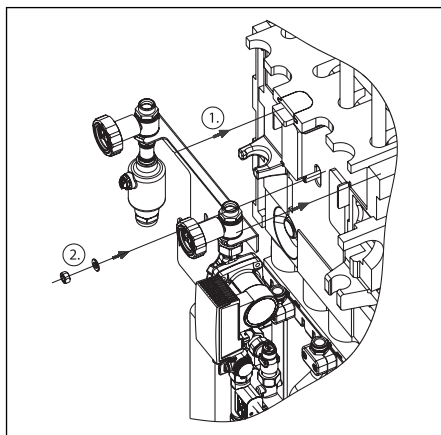

Fig. 17 Montaggio del Gruppo solare
- Agganciare il gruppo solare al supporto (Fig 17 Punto 1) e fissare con una rondella e un dado di sicurezza (Punto 2)